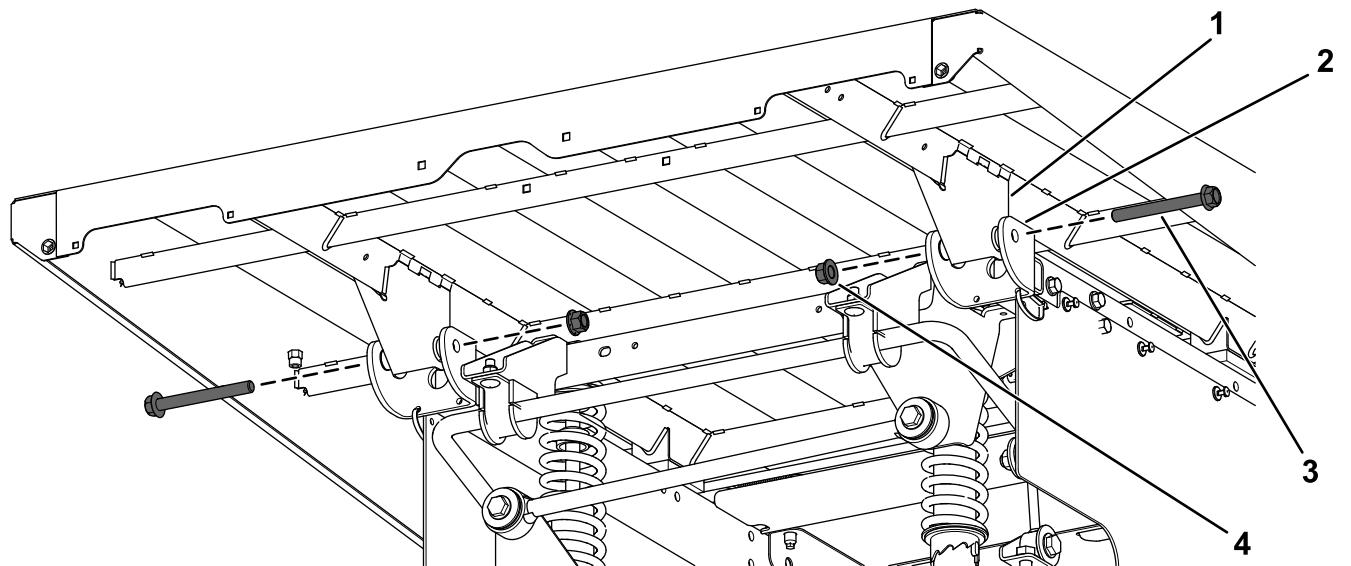

Figure 8
2. Abaissez le plateau avec précaution jusqu'à ce que les trous dans les supports de pivot soient en face des trous de fixation des supports du plateau (Figure 8).
3. Fixez le plateau sur les supports de pivot à l'aide des 2 boulons à embase ($\frac{1}{2} \times 4\frac{1}{2}$ po) et 2 contre-écrous ($\frac{1}{2}$ po), comme montré à la Figure 8.